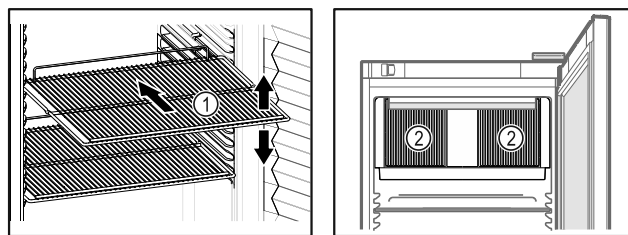

Fig. 78 Shembull ilustrues Fig. 79
- Nëse raftet me rrjetë Fig. 78 (1) mund të zhvendosen, atëherë përshtatini sipas lartësisë.